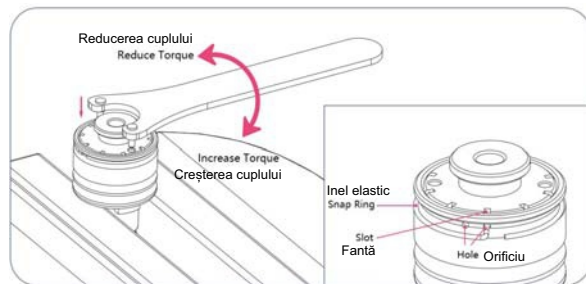

Fig. 17: Reglarea cuplului de torsiune mandrinei cu bucă elastică
- Reglați cuplul cu ajutorul cheii (vezi fig. 17).